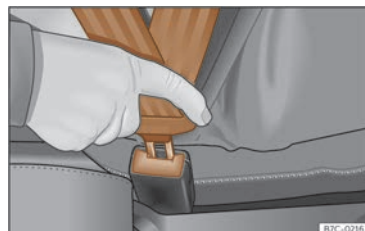

Fig. 22 Introduceți limba centurii de siguranță în catarama acesteia.
- Introduceți catarama centurii în catarama scaunului corespunzător >>> **fig. 22.**